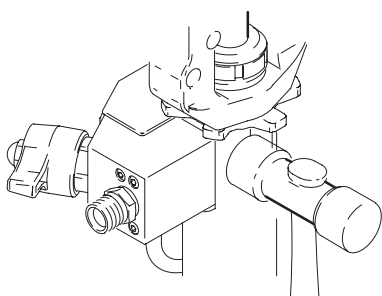

Fig. 11
4. Fig. 11. Afloje la contratuerca golpeándola firmemente con un martillo de plástico. Desenrosque la bomba.